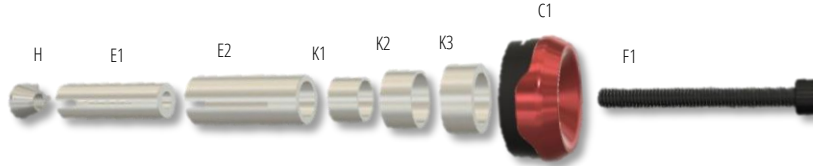

Fig. 2
4. Stellen Sie die Einzelteile entsprechend folgender Skizzen zusammen (Fig. 2)!
4. Assemble the parts according to the following figure. (Fig. 2)!